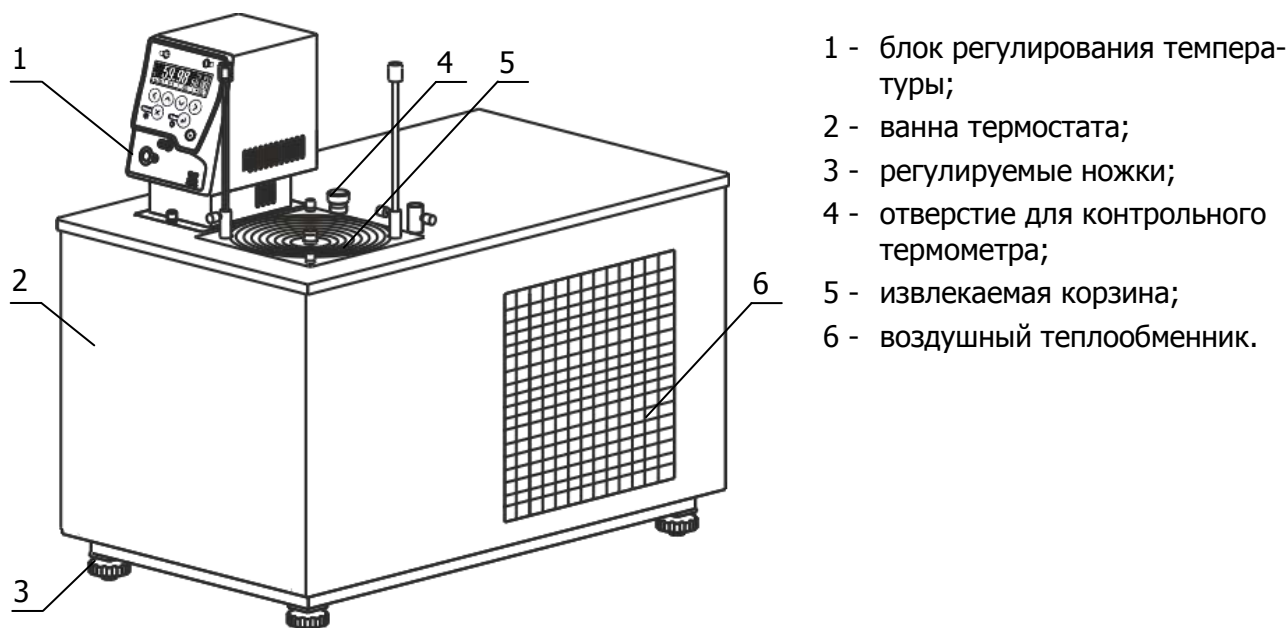

Рисунок 1 — Внешний вид
2.2.2 Установить ванну термостата на горизонтальную поверхность. Добиться горизонтального положения крышки ванны вращением ножек 3 (рисунок 1).
3.1.1 Для исправного функционирования холодильной машины термостата следует не реже одного раза в месяц удалять пыль из воздушного теплообменника 6 (рисунок 1). Для этого: